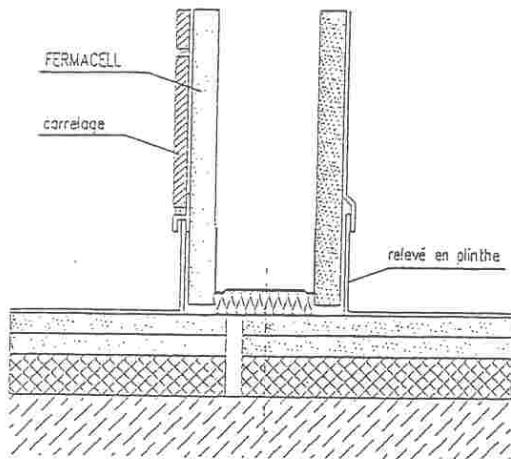

Figure 10 – Liaison cloison distributive et chape sèche FERMACELL avec revêtement plastique
- remontée en plinthe du revêtement (cf. fig. 10 et 11),